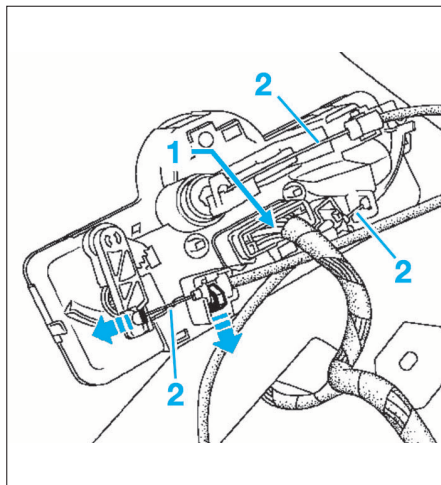

FIG. 12
- le connecteur (1) puis désaccoupler les câbles de commande (2), après avoir repéré leur position (Fig.12) (sans climatisation ou avec climatisation manuelle).